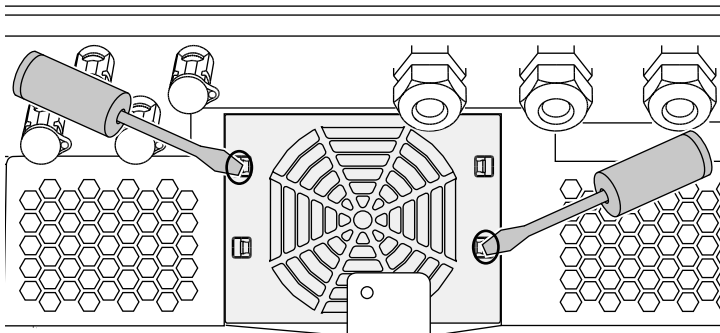

Fig. 61: Togliere le linguette di fissaggio
3. Con un secondo cacciavite premere le linguette di fissaggio verso il centro della ventola. Sollevare leggermente il gruppo ventola. ➡️ **Fig. 61**